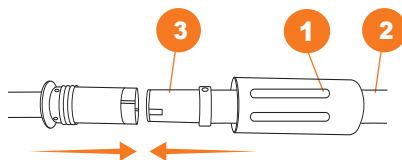

Рис. 2
- Отодвиньте зажимной механизм **1** на штанге **2**, чтобы увидеть направляющую **3** соединительного элемента (Рис. 2).